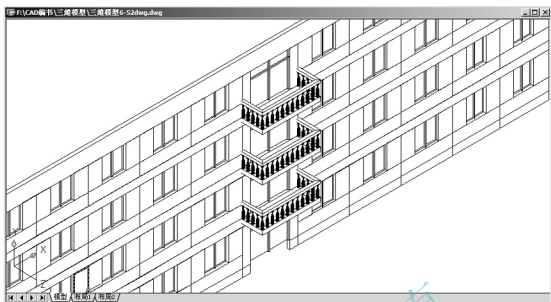

图 6.57 阵列生成 3 层和 4 层的阳台
- (4) 单击【确定】按钮关闭对话框，组成阳台的所有图元均被选中。
- (5) 执行【阵列】命令，【阵列】对话框内的设定参数为 3 行、1 列、行偏移 3300，结果如图 6.57 所示。